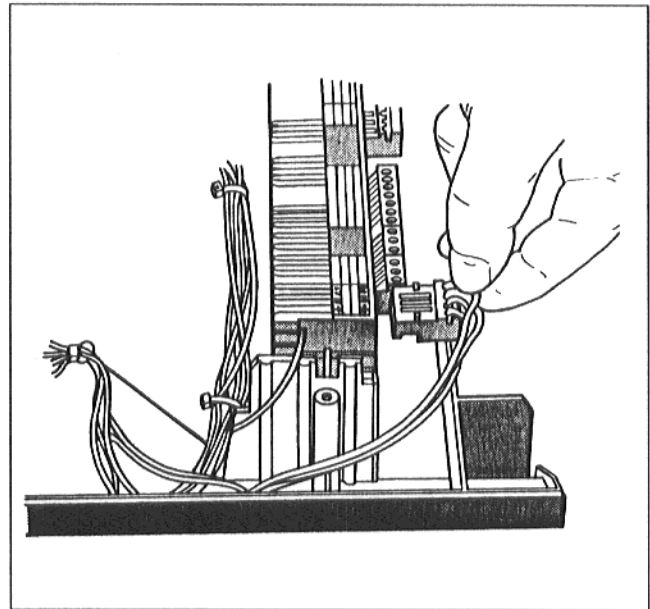

Рис. 4
- Вставить сетевой соединительный штекер в штекерную колодку (Рис. 4).